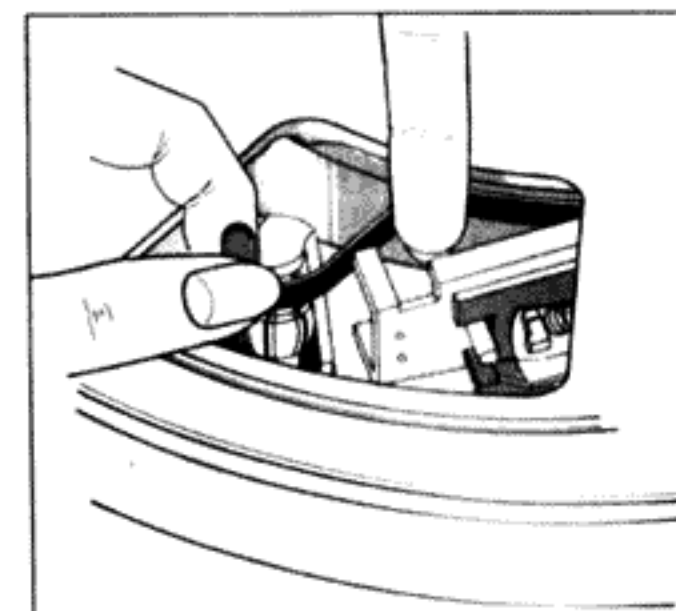

Fig. 24
Heben Sie den Flachriemen ggf. mit einem Papp-Streifen vom Plattenteller ab und legen Sie ihn nach Fig. 24 auf die Antriebsrolle des Motors. Kontrollieren Sie, daß der Flachriemen innerhalb der Führungsgabel läuft ohne zu streifen.
Soulevez le tapis, retirez la courroie plate du plateau, au besoin à l'aide d'une bande de carton et placez-la sur la poulie comme indiqué dans la Fig. 24. Vérifiez que la courroie roule dans la guide sans l'effleurer.
**Attention!** Be sure the textured (ground) side of the belt is on the inside. Then replace the platter on the chassis and secure it before. Remove the flatbelt with a cardboard strip, if necessary, and put it on the motor drive pulley, as shown in Fig. 24. Make sure that the flat belt runs freely within the guide fork.